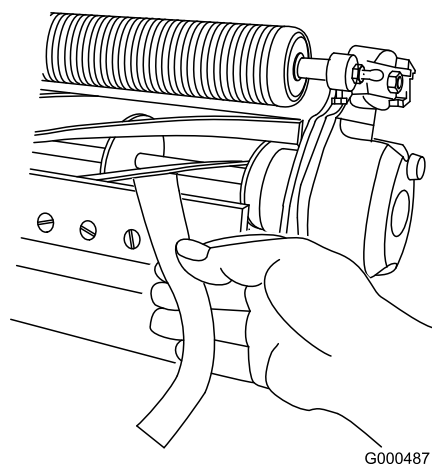

Figura 12
B. Inserite una lunga striscia di carta per la verifica delle prestazioni di taglio tra il cilindro e la controlama, perpendicolarmente alla controlama (Figura 12), quindi **lentamente** ruotate il cilindro in avanti: dovrebbe tagliare la carta; se ciò non avviene, ripetete i passaggi A e B fino a quando non succede.
11. Inserite una lunga striscia di carta per la verifica delle prestazioni di taglio tra il cilindro e la controlama, perpendicolarmente alla controlama (Figura 12), quindi **lentamente** ruotate il cilindro in avanti: dovrebbe tagliare la carta; se ciò non avviene, ripetete questo passaggio fino a quando la carta non viene tagliata.